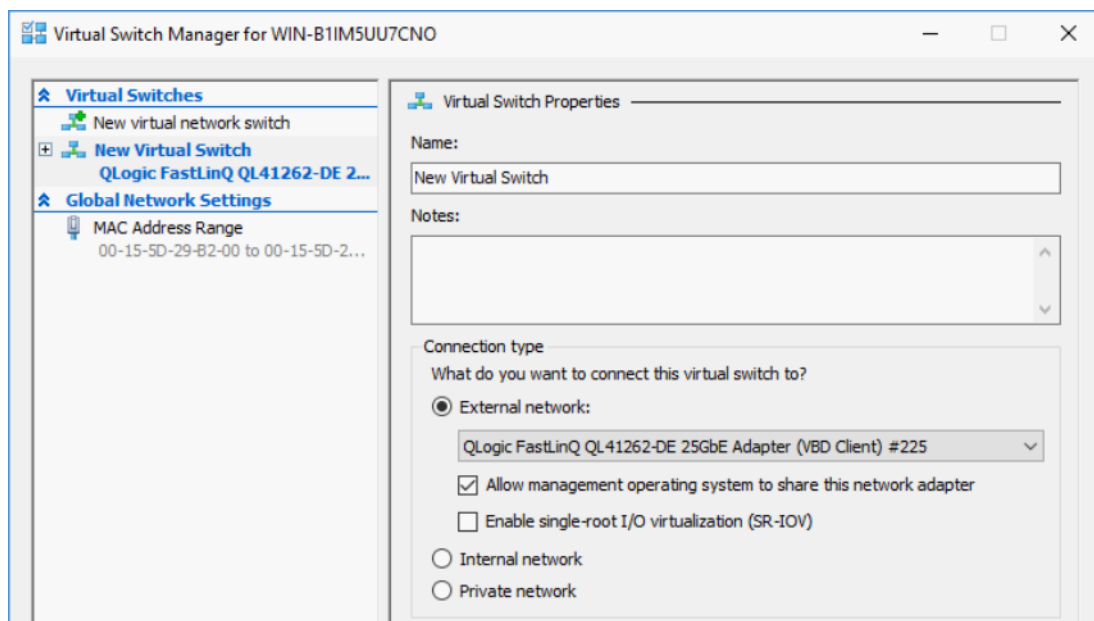

Ilustración 15-1. Activación de RDMA en NIC virtual de host
3. Haga clic en **Virtual Switch Manager** (Administrador de conmutadores virtuales) (consulte la Ilustración 15-1).